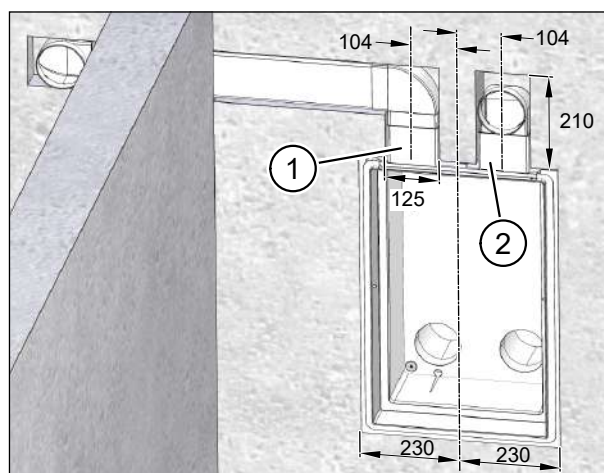

Fig. 14: Fresatura degli incavi nei muri per l'allacciamento per canale con canale piatto, misure in millimetri
- ▶ Con la scanalatrice per muri fresare due incavi per il canale dell'aria estratta (pos. 1 nella Fig. 14) e per il canale dell'aria inserita (pos. 2 nella Fig. 14) con larghezza 125 mm, profondità 70 mm e altezza di almeno 210 mm (vedere Fig. 14).
Nella Fig. 14 si trova un esempio di posa verticale e orizzontale di canali piatti.